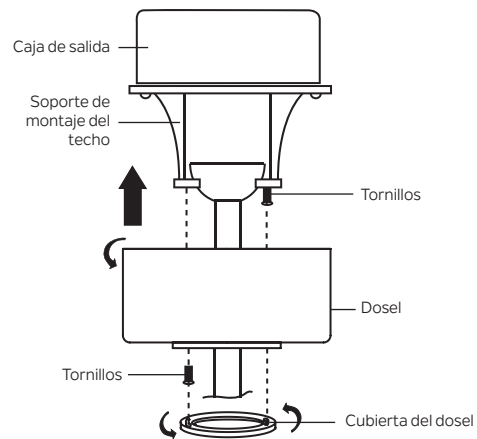

Figura 13
Paso 2. Deslice el dosel hacia arriba hasta el soporte de montaje y coloque una de las ranuras del orificio de la llave sobre el tornillo del soporte de montaje. Gire el dosel hasta que la cabeza del tornillo se bloquee en su lugar en la sección estrecha del orificio de la llave. Consulte la figura 13.
NOTA: Ajuste los tornillos del dosel según sea necesario hasta que el dosel y la cubierta del florón estén ajustados. (Figura 13)